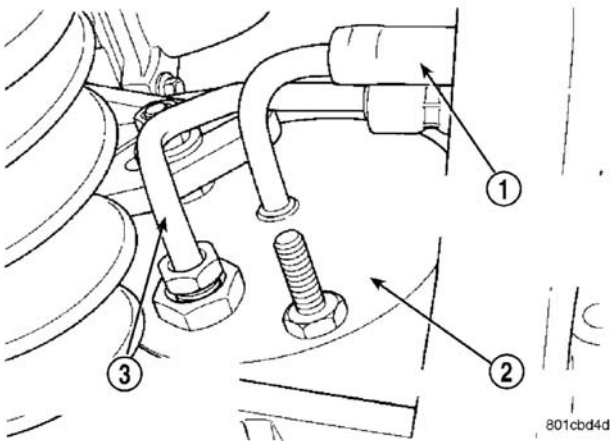
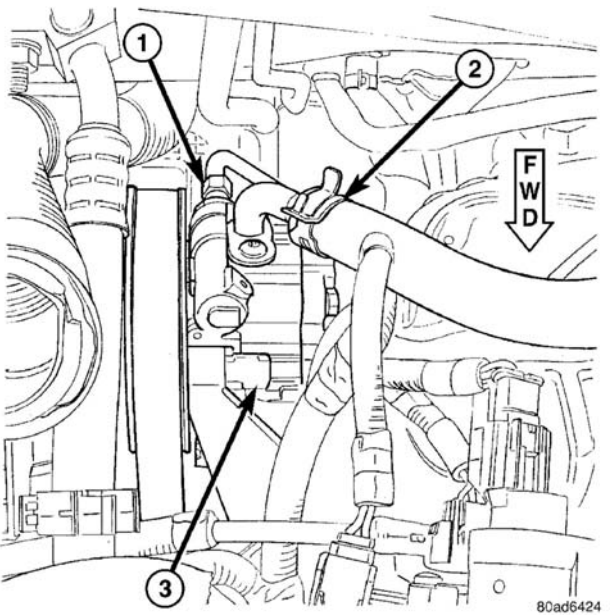

图 3 压力软管连接至动力转向泵—2. 4L 发动机
图 4 动力转向泵上的供油软管和压力软管—3. 3L/3. 8L 发动机
- (1) 检查皮带张力，并根据需要调整。
- (2) 从动力转向泵断开动力转向液压力软管（图 3）（图 4）。
(3) 把固定到动力转向分析仪入口处（仪表端）压力软管上的适配器接头、专用工具 6844 连接到动力转向泵的压力接头上。
(4) 把车辆动力转向液压力软管连接到适配器接头、专用工具 6826 上，它应该已经安装在动力转向分析仪的出口软管（阀端）中。